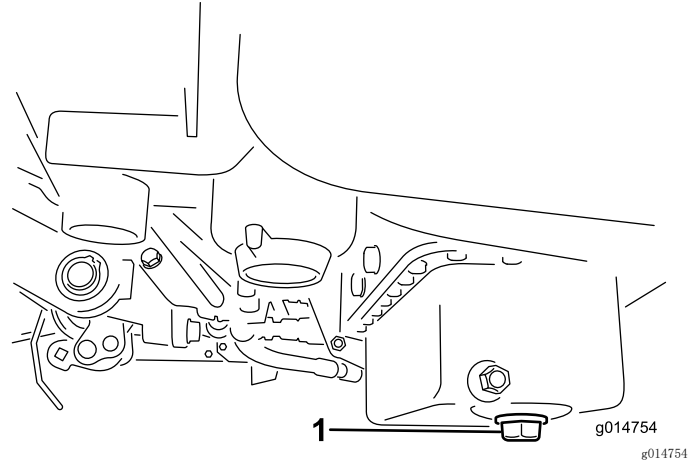

图42
1. 拆下排油塞、让油流入放油盘。油不再流时、安装排油塞（图42）。